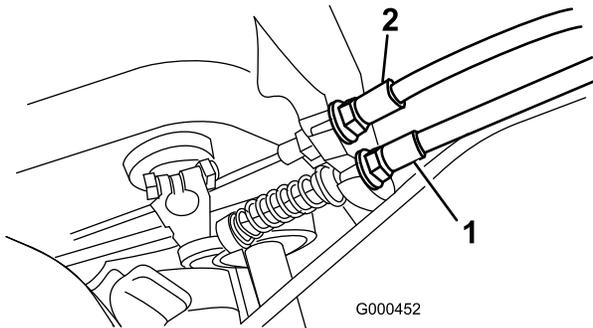

図 49
2. 走行ケーブルの前ジャム・ナットをゆるめ、後ジャム・ナット（図 49）を締めてケーブルの張りを出し、4.5～5.9 kgの力で走行コントロールがつかないようにする。